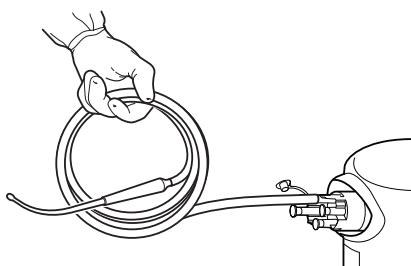
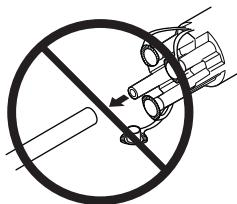

Figure 6 Rassembler la tubulure d'aspiration
Figure 7 Laisser la tubulure raccordée pour l'élimination
- Alors que l'aspiration est active, rassembler la tubulure d'aspiration en direction du port du collecteur pour purger la tubulure des déchets liquides (Figure 6). NE retirer du collecteur AUCUNE des tubulures d'aspiration raccordées (Figure 7).